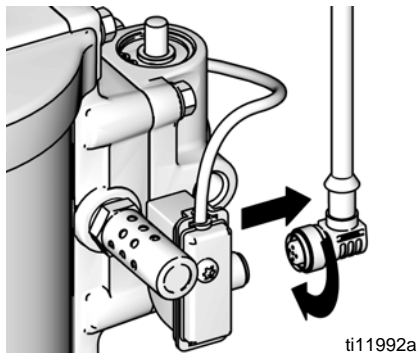

ABB. 11. Abklemmen von DataTrak
1. Kabel von der Reedschalter-Baugruppe abschrauben. Siehe ABB. 11.